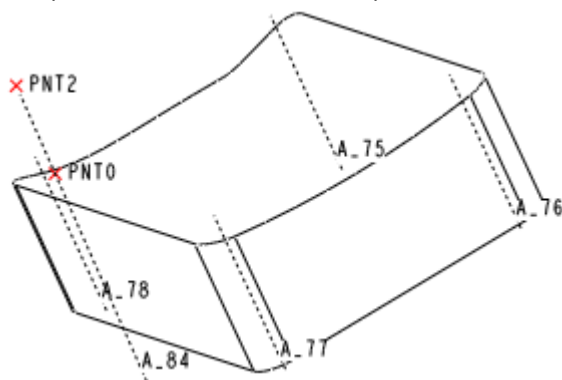

图 52-19
(7) 单击【确定】按钮，完成基准点 PNT2 的建立，如图 52-19 所示。